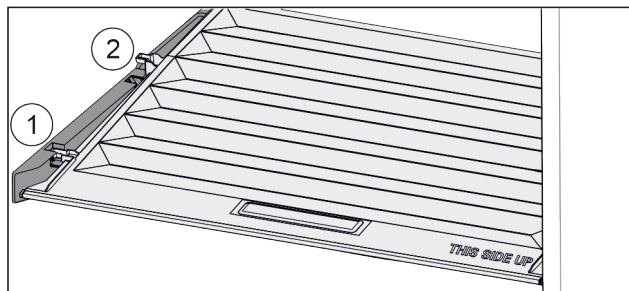

Fig. 124
- ▶ Trekk dekselet til åpningen i holdedelene fremover Fig. 124 (1).
- ▶ Løft ut nede bak og ta opp og ut Fig. 124 (2).